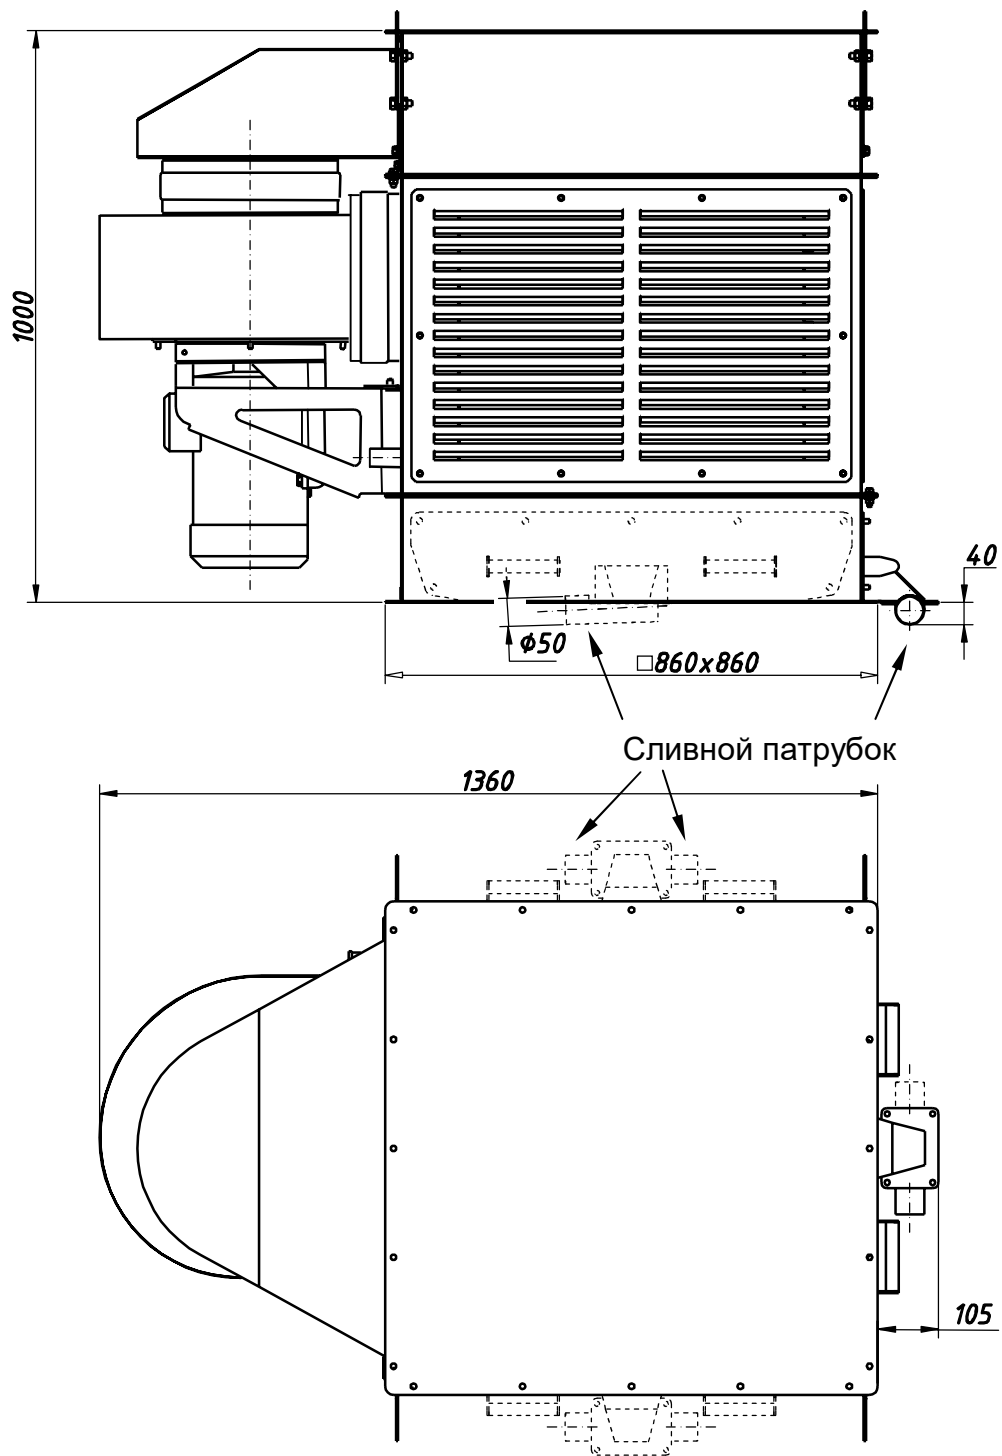

Рис. 7 Общий вид и габаритные размеры МВГ (без дозатора).
6.3. Слив из МВГ может быть ориентирован в разные стороны (см. рис.7). Для смены положения сливного патрубка необходимо раскрепить нижнюю часть МВГ, развернуть ее в нужное положение и вновь соединить с помощью болтов.